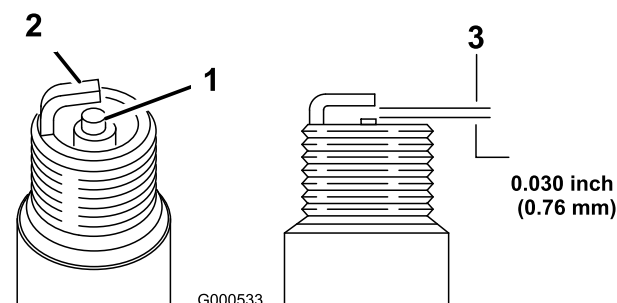

Figure 36
1. Examinez le centre de la bougie (Figure 36). Si le bec de l'isolateur est recouvert d'un léger dépôt gris ou brun, le moteur fonctionne correctement. S'il est couvert d'un dépôt noir, c'est généralement signe que le filtre à air est encrassé.
2. Contrôlez l'écartement entre l'électrode centrale et l'électrode latérale (Figure 36). Courbez l'électrode latérale (Figure 36) si l'écartement est incorrect.